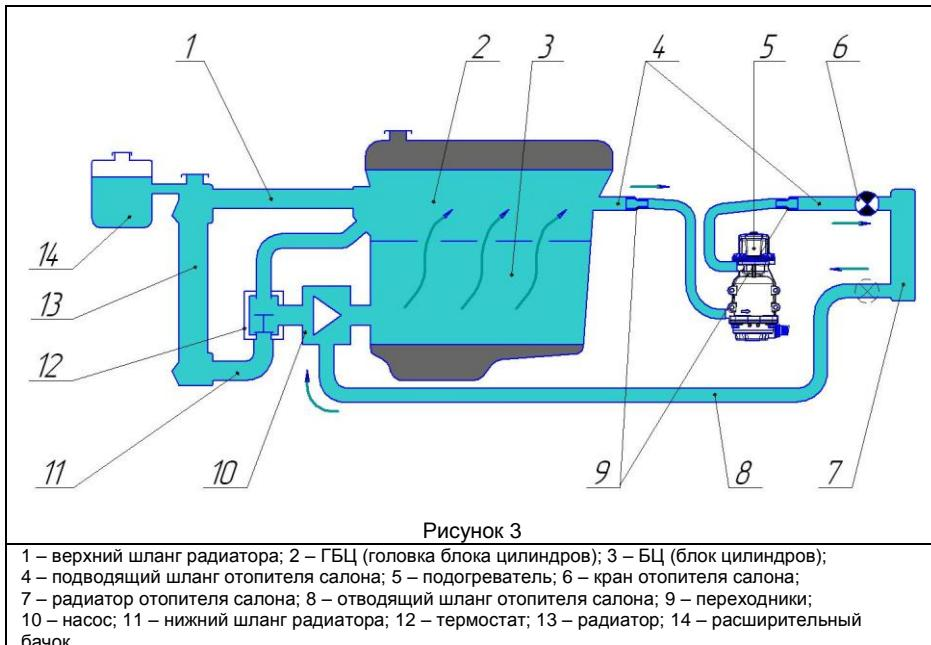

Рисунок 3
6.2 В состав комплекта входят детали и материалы, позволяющие произвести монтаж подогревателя на автомобиле по схеме, представленной на рис. 3. Подключение подогревателя к контуру циркуляции ОЖ производится через шланг подачи ОЖ от двигателя к радиатору отопителя салона независимо от расположения термостата.
6.3 Подогреватель должен быть установлен строго в вертикальном положении (насос вверху, рис. 3).
**⚠ ВНИМАНИЕ!** Для автомобилей оснащенных инновационной системой терморегулирования ITM (ряд бензиновых двигателей TSI, FSI и дизельных TDI концерна Volkswagen) монтаж подогревателя по схеме рис. 3 через отопитель салона не допускается из-за наличия в системе управляемых электромагнитных клапанов.